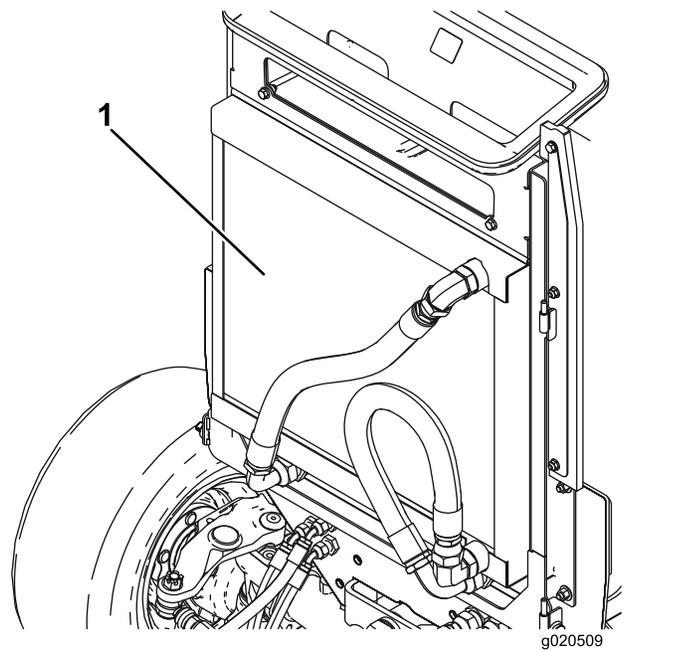

Bild 50
2. Reinigen Sie beide Seiten des Ölkühler- und des Kühlerbereichs (Bild 50) gründlich mit Druckluft. Blasen Sie Rückstände von vorne nach hinten heraus. Reinigen Sie dann von hinten und blasen Sie nach vorne. Wiederholen Sie dies mehrmals, bis alle Rückstände entfernt sind.